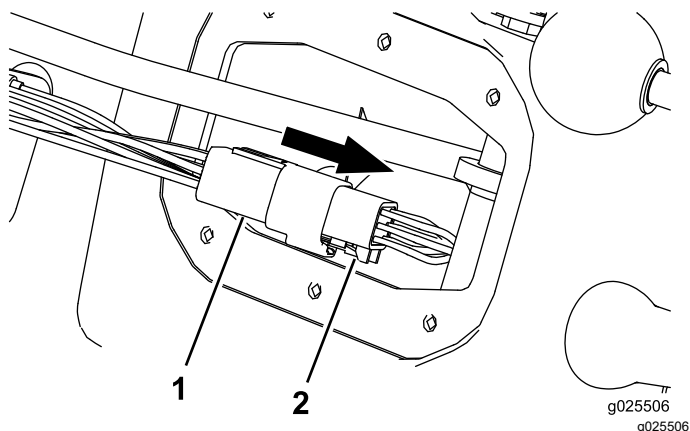

Рисунок 12
1. Отсоедините разъем индикатора переключения передач от жгута проводов автомобиля (Рисунок 12).